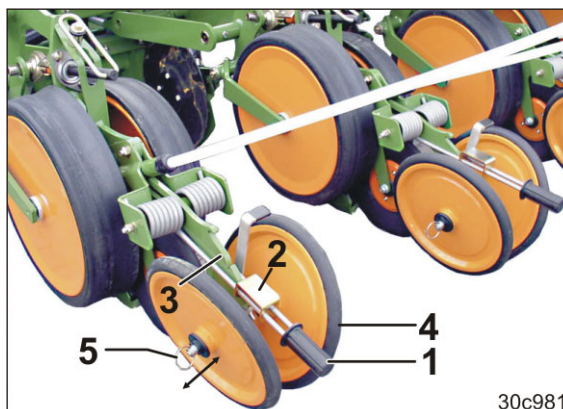

Рис. 169
1. Приподнимите рычаг (Рис. 169/1) и зафиксируйте ползун (Рис. 169/2) в зубчатом сегменте (Рис. 169/3).
2. Равномерно отрегулируйте положение уплотняющих дисков (Рис. 169/4) в осевой плоскости и зафиксируйте (стопорное кольцо, Рис. 169/5).